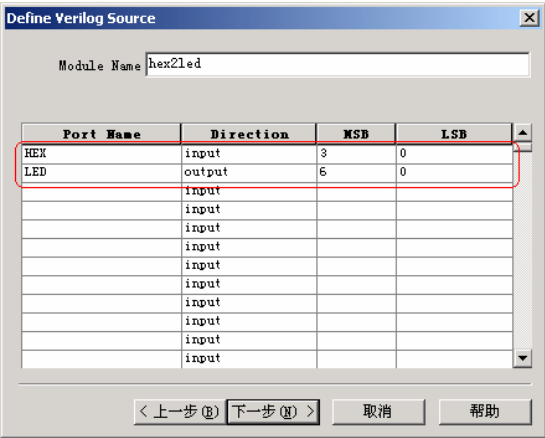

图9-39 编辑模块的输入、输出信号属性
- (1) 单击 **下一步(N) >** 按钮，进入源代码设计模板，按图 9-39 所示编辑输入、输出信号名称与总线上下界。
- (2) 单击 **下一步(N) >** 按钮，单击 **完成** 按钮确认新建源代码模块。